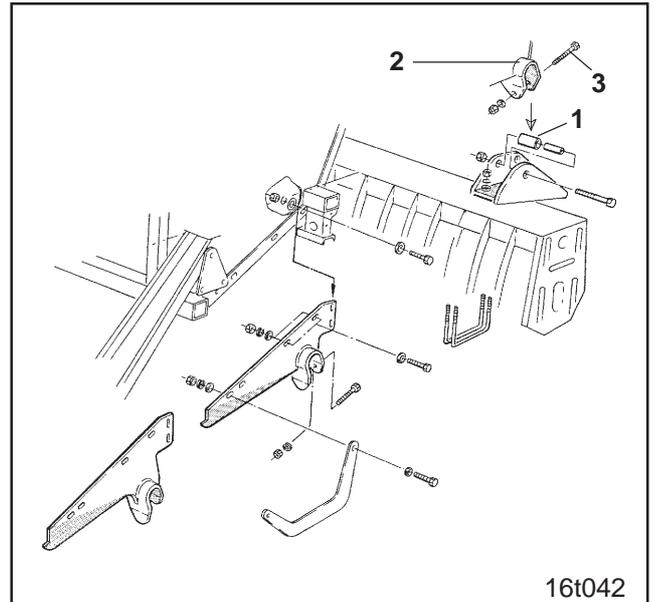

Fig. 7.4
- Colocar las horquillas de soporte (fig. 7.4/2) en los ejes de apoyo (fig. 7.4/1), introducir los pernos (fig. 7.4/3) y fijarlos con pasadores.